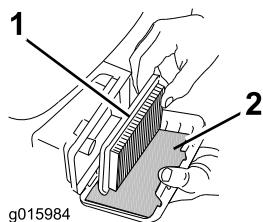

Рисунок 25
3. Извлеките бумажный воздушный фильтр и фильтр предварительной очистки из пеноматериала (Рисунок 25).